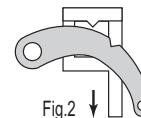

Fig.2
Le cric doit avoir une charge minimum de 50 kg (110 lbs) pour une descente régulière ; dans le cas contraire, le nez de levage sauterà. En prenant toutes les précautions nécessaires : prendre la charge avec le cric (à savoir monter légèrement la charge) et après contrôle que la poignée est dans la position HAUTE MAXIMUM, dégager le crochet à inversion (20), pour le mettre dans la position basse « Down », à savoir que l'indentation du crochet se désengage de l'entaille du bouton d'inversion (voir figure 2) ; tout en tenant fermement la poignée, pomper de la même manière que pour lever une charge.